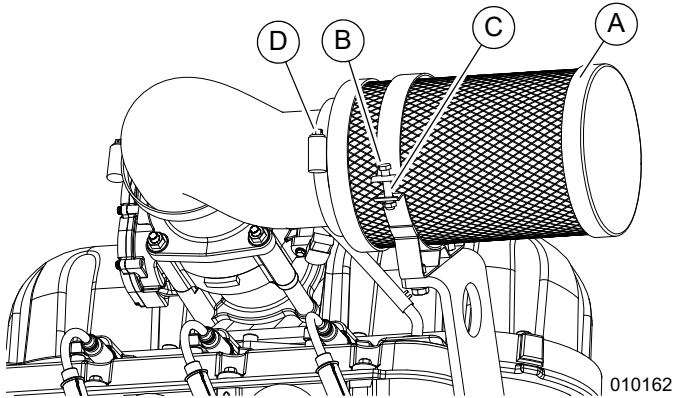

Figura 5-13. Cubierta del filtro de aire y elemento de filtro
1. Consulte la Figura 5-13. Retire la tuerca (B) y el perno (C) de la abrazadera del filtro de aire y suelte la abrazadera del codo (D) para liberar el filtro de aire.